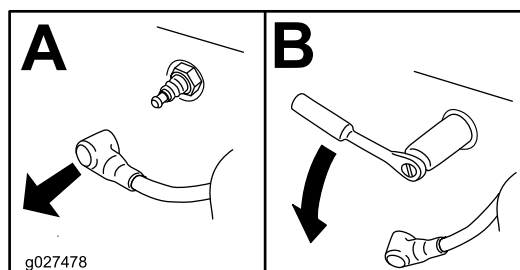

Figura 34
3. Retire la bujía (Figura 34).